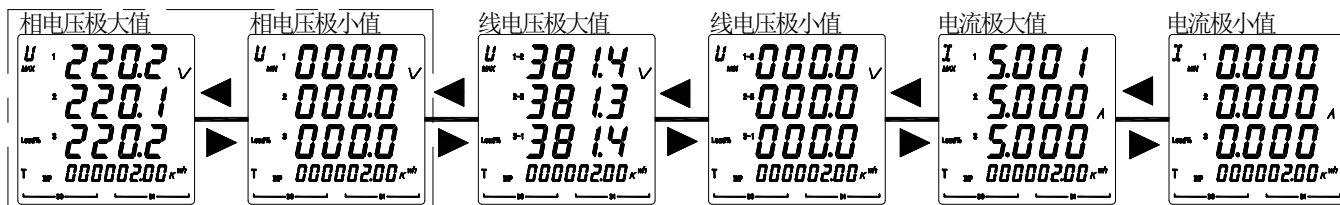

图 23
5.2.8 查看 AMC72L/96L 的极值参数步骤如图 23 所示